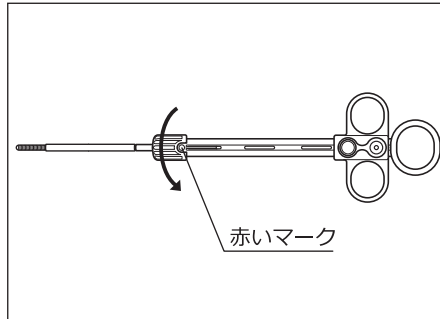

図 3.9
9. 操作部の先端についている固定つまみ（緑）を時計方向に回し、固定つまみの切り欠き部から赤いマークが見えることを確認します。（図 3.9 参照）